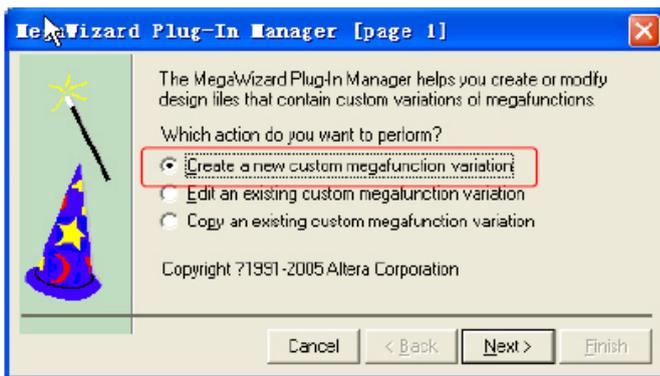
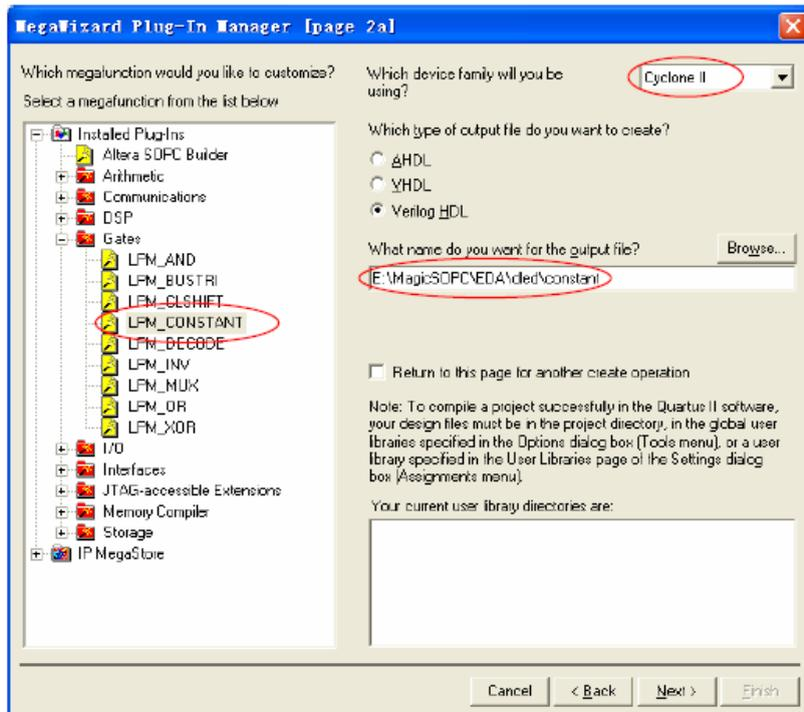
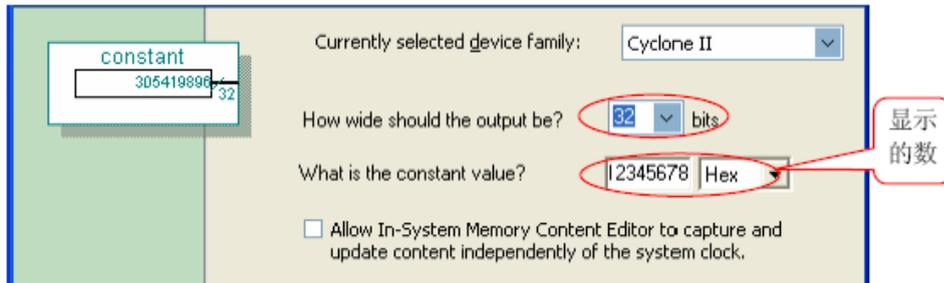

图1.2 添加兆功能模块向导对话框
图1.3 添加常量兆功能模块
图1.4 设置常量模块的位宽及量值
1)选择Tools>>MegaWizard Plug-In Manager 打开如图1.2所示添加兆功能模块向导。选择Create a new custom megafunction variation 新建一个新的兆功能模块。
2)在图1.2中按Next进入向导第2页。按图1.3所示选择和设置，注意标记部分
3)在图1.3中单击Next进入向导第3页。按图1.4所示选择和设置，注意标记部分。
4)在图1.4中单击Next进入向导第4页，单击Finish完成常量兆功能模块的添加。